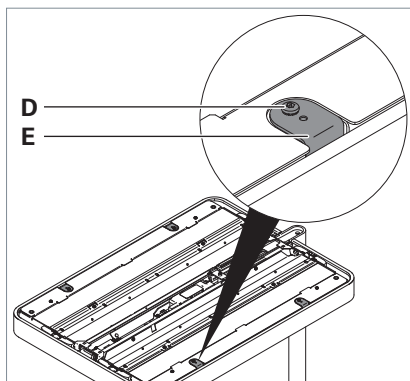

Fig. 22: Enlever les languettes de fixation.
- Dévissez toutes les quatre vis d'arrêt **D** des languettes de fixation **E** en utilisant un tournevis « TORXT15H », voir Fig. 22.